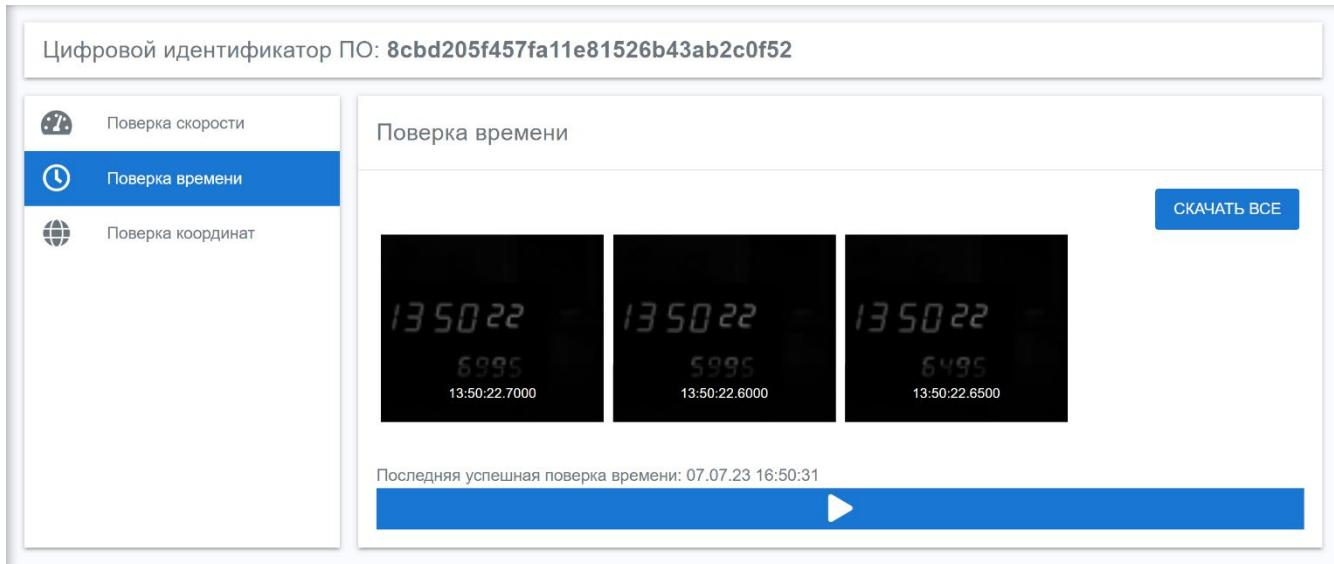

Рисунок 10 – Успешная поверка времени
6.7.4.5. После успешной поверки, на вкладке появятся кадры с проставленным таймстемпом. При необходимости, пользователь может скачать кадры на ПК, на котором установлено ПО SPIDER, нажав кнопку «Скачать» (см. рисунок 10).